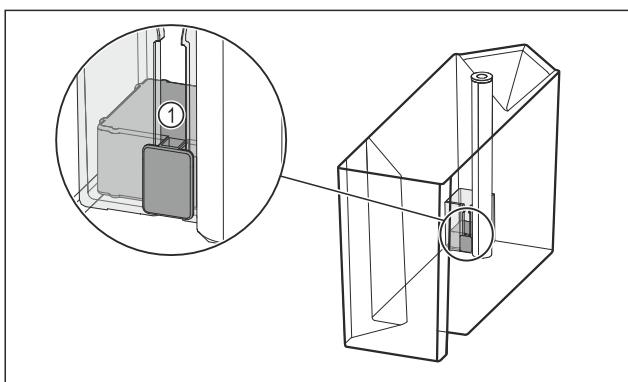

Fig. 96
- Prüfen, ob der Schwimmer Fig. 96 (1) verklemmt ist.